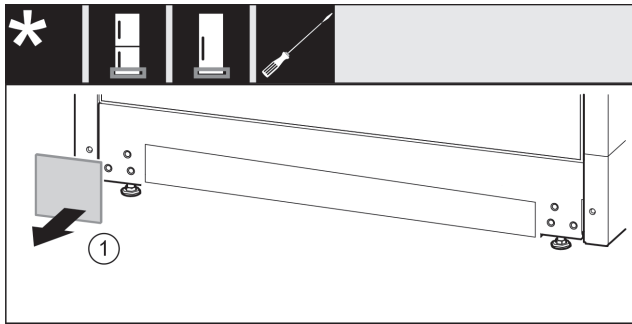

Fig. 17
- Hiqni kapakun mbulues *Fig. 17 (1)*.